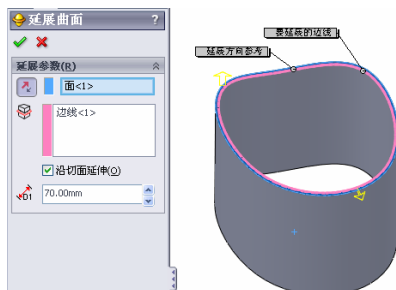

图 7-85 延展曲面
- ① 单击曲面工具栏上的延展曲面按钮, 或选择“插入”→“曲面”→“延展曲面”命令。
- ② 在“延展曲面”属性管理器中, 单击图标右侧的显示框, 然后在右面的图形区域中选择要延展的边线。
- ③ 单击“延展参数”栏中的第一个显示框, 然后在图形区域中选择模型面作为与延展曲面方向, 如图 7-85 所示。延展方向将平行于模型面。
- ④ 注意图形区域中的箭头方向 (指示延展方向), 如有错误, 单击反向按钮.
- ⑤ 在图标右侧的微调框中指定曲面的宽度。
- ⑥ 如果希望曲面继续沿零件的切面延伸, 请选择“沿切面延伸”复选框。
- ⑦ 单击按钮, 完成曲面的延展。